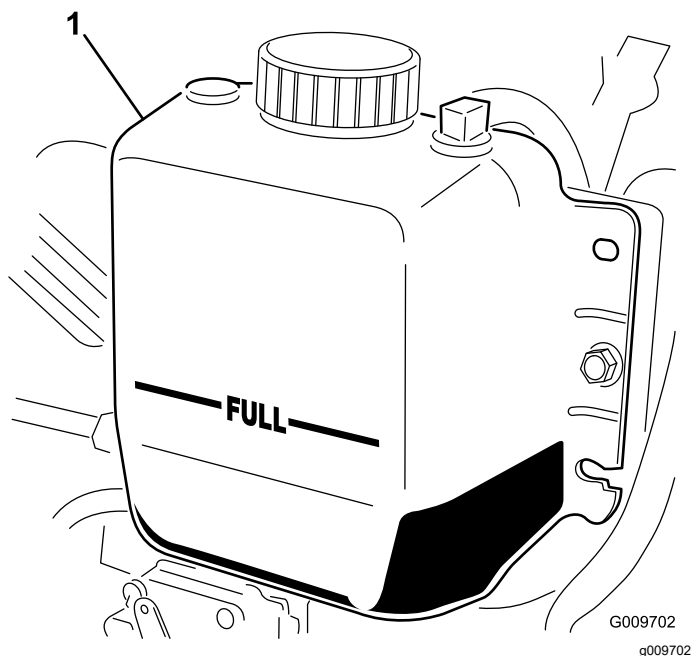

Bild 71
2. Prüfen Sie den Kühlmittelstand im Kühler. Der Kühler sollte bis zur Oberseite des Einfüllstutzens und das Ausdehnungsgefäß bis zur VOLL-Markierung gefüllt sein (Bild 71).